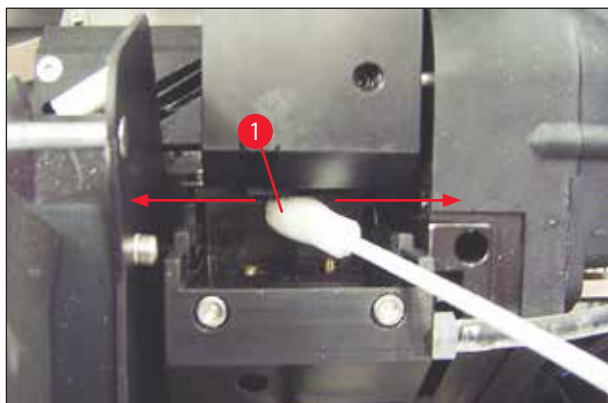

图 54
5. 小心地将棉签插入到打印头下的间隙中 (→"图 54")。轻轻向上用一点力 (在打印头上), 用棉签来回擦拭 (约 10 次)。该步骤可去除干燥的残余油墨。